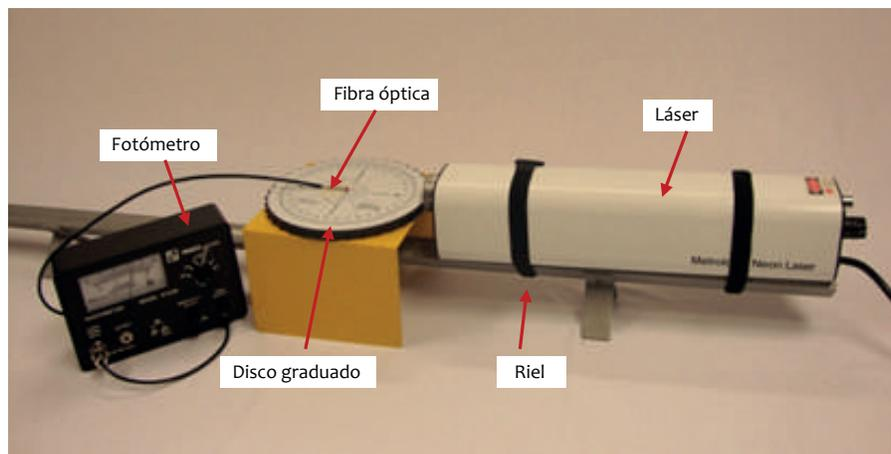

Figura 5.12. Cono de aceptación de la fibra óptica
- m) Conecte la fibra óptica al fotómetro, pegue el otro extremo de la fibra óptica en el centro del disco graduado (sobre el eje de 0°), coloque el láser pegado al disco, la luz de éste debe entrar por el eje de 0° (figura 5.12).